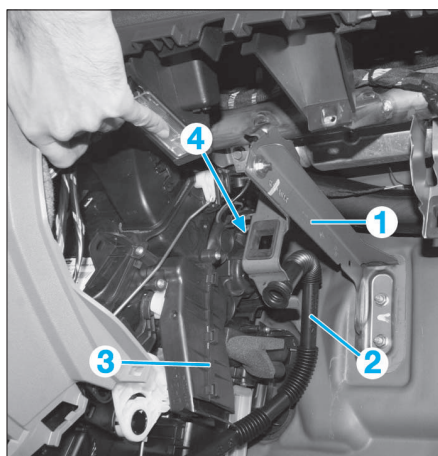
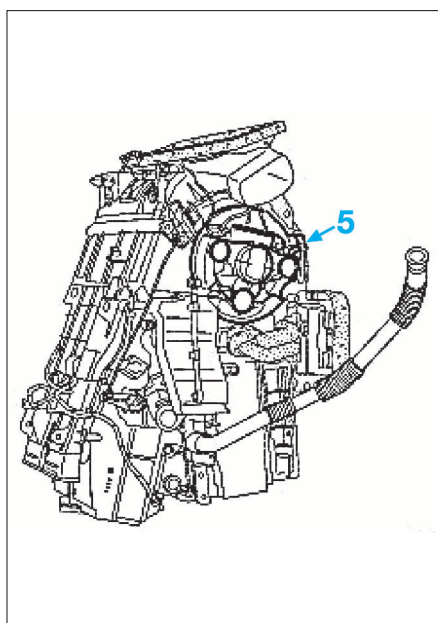

FIG. 5
FIG. 6
- le renfort (1) de la traverse de planche de bord (3 écrous) (Fig.5).
- le tuyau (2) de réfrigération de la boîte à gants, suivant version.
- le conduit (3) de distribution d'air pied avant côté passager (3 vis).
- Débrancher le connecteur (4) du motoventilateur.
- Appuyer sur la languette (5), écarter légèrement le motoventilateur et le tourner d'un quart de tour dans le sens horaire (Fig.6).